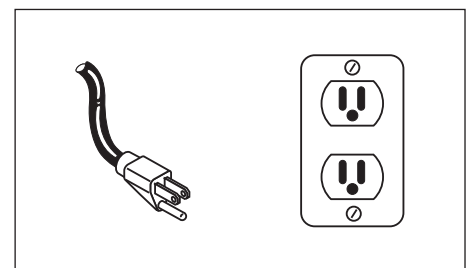

Figura 11 - Método de conexión a tierra
1. Este producto está diseñado para circuitos nominales de 120 voltios y tiene un enchufe para conexión a tierra similar al de la *Figura 11*. Conecte el producto únicamente a un tomacorriente que tenga la misma configuración que el enchufe. No utilice un adaptador con este producto. En caso de que ocurra un cortocircuito, esto evitaría el riesgo de choque eléctrico al ofrecerle un cable de desvío a la corriente eléctrica. Este producto tiene un cordón con un alambre y terminal de conexión a tierra. Debe conectarlo a un tomacorrientes que esté instalado adecuadamente según los códigos y ordenanzas locales.